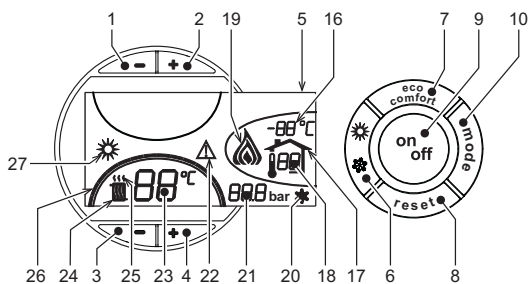
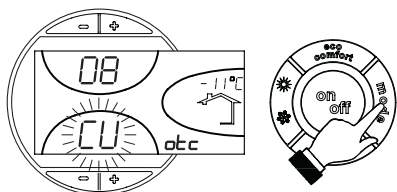
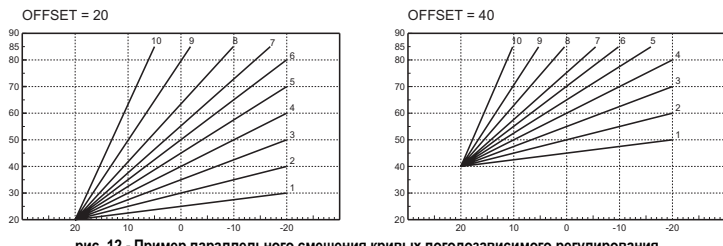

рис. 1 - Панель управления
рис. 9 - Кривая погодозависимого регулирования
рис. 12 - Пример параллельного смещения кривых погодозависимого регулирования
Нажмите клавишу on/off (поз. 9 - рис. 1) в течение 1 секунды.
Для повторного включения котла снова нажмите клавишу on/off (поз. 9 рис. 1) в течение 1 секунды.
- Нажмите кнопку ВКЛ/ВЫКП (9 - рис. 1)
Нажмите клавишу Лето/Зима (поз. 6 - рис. 1) на 1 секунду.
На дисплее высвечивается символ "Лето" (поз. 27 - рис. 1). При этом котел будет вырабатывать только воду для ГВС. Остается активная система защиты от замерзания.
Для выключения режима "Лето" вновь нажмите клавишу Лето/Зима (Поз. 6 - рис. 1) на 1 секунду.
Температура в системе отопления регулируется в пределах от 30 °C до 80 °C с помощью клавиш (поз. 3 и 4 - рис. 1); однако, не рекомендуется эксплуатировать котел при температуре ниже 45 °C.
Температура (поз. 3 и 4 - рис. 1) в системе ГВС регулируется в пределах от 10°C до 65°C с помощью клавиш (поз. 1 и 2 - рис. 1).
При наличии датчика температуры наружного воздуха (опция) на дисплее панели управления (поз. 5 - рис. 1) отображается измеряемая этим датчиком температура. При этом система управления котлом работает в режиме "Плавающая температура". В этом режиме температура воды, подаваемой в систему отопления, регулируется в зависимости от климатических условий внешней среды с тем, чтобы обеспечить максимальный комфорт и экономию энергетических ресурсов в течение всего года. Так, при повышении внешней температуры понижается температура подачи воды в систему отопления, что производится по определенной "кривой погодозависимого регулирования".
С переключением на режим "Плавающей температуры" показатель температуры, устанавливаемый клавишами (дет. 3 и 4 - рис. 1) соответствует максимальной температуре подачи воды в систему отопления. Рекомендуется задавать максимальное значение температуры с тем, чтобы позволить системе регулировать ее по всему рабочему диапазону.
При однократном нажатии клавиши Режим (поз. 10 - рис. 1) на дисплее высвечивается текущая кривая погодозависимого регулирования (рис. 9), которую можно изменить с помощью клавиш задания температуры воды ГВС (поз. 1 и 2 - рис. 1).
При нажатии клавиш регулировки температуры отопления (поз. 3 и 4 - рис. 1) получается доступ к функции параллельного изменения кривых (рис. 12), выполняемого с помощью клавиш регулировки температуры в контуре ГВС (поз. 1 и 2 - рис. 1).
При повторном нажатии клавиши Режим (поз. 10 - рис. 1) осуществляется выход из режима регулировки параллельных кривых.
Если к котлу подключено устройство дистанционного управления с таймером (опция), вышеописанные регулировки производятся в соответствии с указаниями, приведенными в таблице 1. При этом на дисплее пульта управления (поз. 5 - рис. 1) высвечивается температура в помещении, измеряемая устройством дистанционного управления.
Переключение режимов "Лето"/"Зима"	Режим "Лето" обладает приоритетом над командой на включение отопления, которая может поступить от пульта ДУ с таймером. При выключении режима ГВС с пульта ДУ котел переходит в режим "Eco-pot". В этих условиях клавиша 7рис. 1 - на панели котла отключена.
Выбор режимов ECO/COMFORT	При включении режима ГВС с устройства ДУ с таймером котел устанавливается в режим Comfort. В этих условиях с помощью клавиши 7рис. 1 - на панели управления котла можно выбрать любой из этих двух режимов.